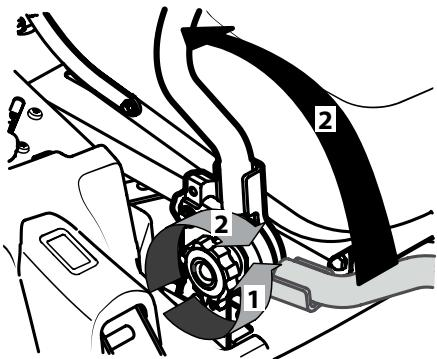

Figura 2-4
- Afloje las perillas de la palanca de control ubicadas a un lado de las palancas de control de la transmisión. Consulte Figura 2-4.
- Levante y gire esa palanca de control hacia arriba hasta la posición deseada y asegúrela en su lugar ajustando la perilla de la palanca de control. Consulte Figura 2-4.